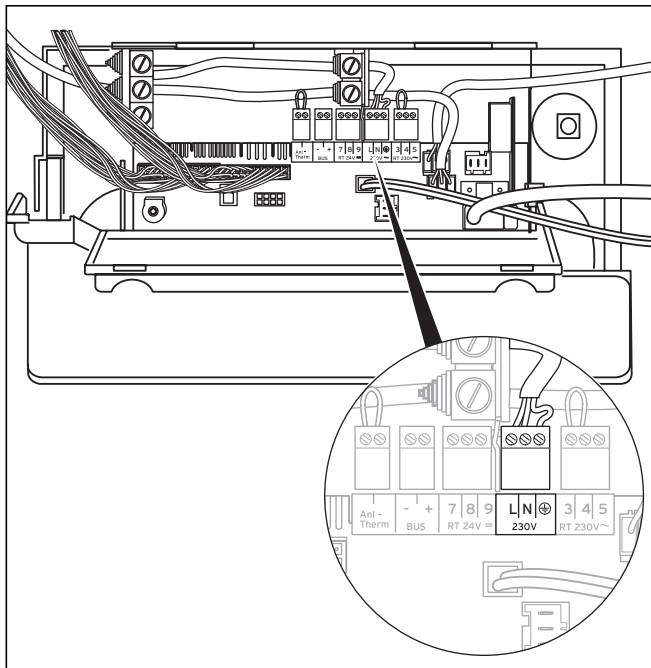

Abb. 5.13 Netzanschlussleitung anschließen
- Verlegen Sie die Netzanschlussleitung zur Anschlussebene im Schaltkasten wie in Abb. 5.13 gezeigt.